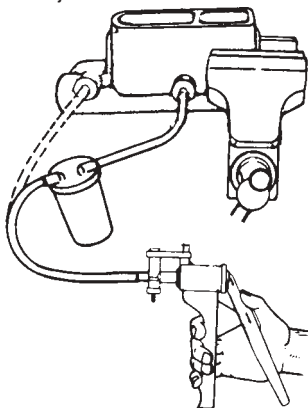

FIGURA 16: Purga en el banco de trabajo
- Quite un tapón del cilindro maestro y conecte el adaptador apropiado a este orificio de salida del cilindro maestro. Conecte el tubo de la bomba al vaso del depósito y el tubo del vaso a la manguera al adaptador (FIGURA 16).